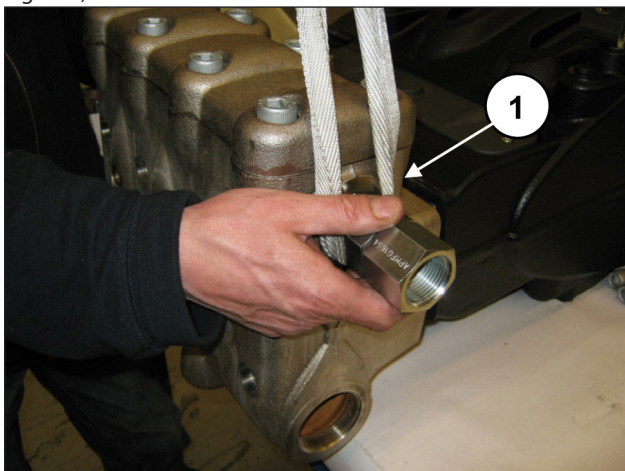
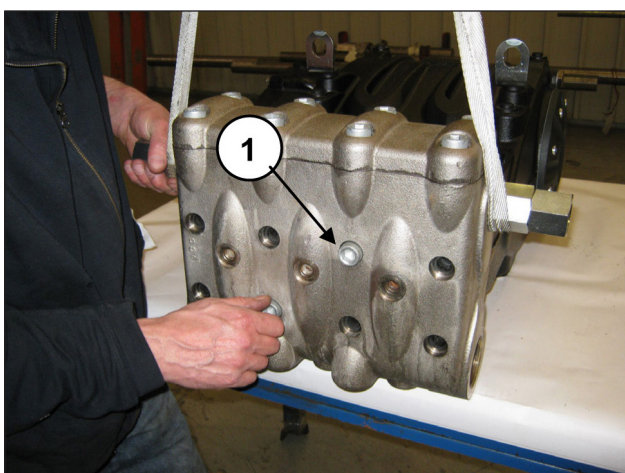

Fig. 135
Fig. 136
Montar la cabeza en el cárter de la bomba (pos. ①, Fig. 135) sin golpear los pistones y apretar los 8 tornillos M16x180 (pos. ①, Fig. 136).